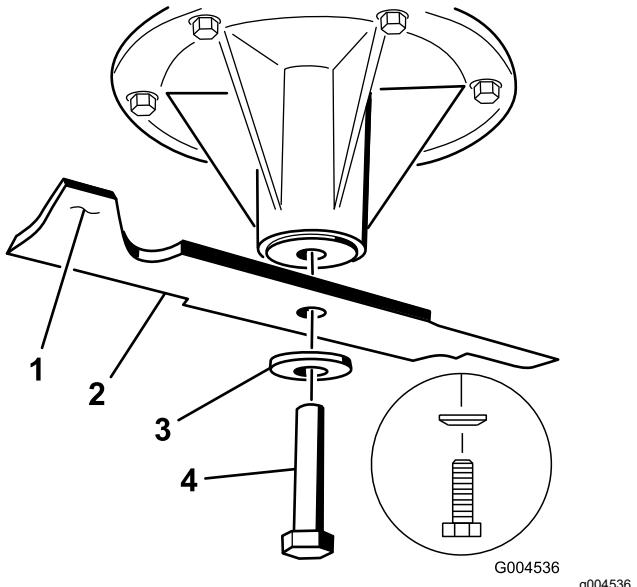

Figura 113
2. Retire del eje el perno de la cuchilla, la arandela curva y la cuchilla (Figura 113).
1. Instale la cuchilla en el eje (Figura 113).
2. Instale la arandela curva y el perno de la cuchilla (Figura 113).